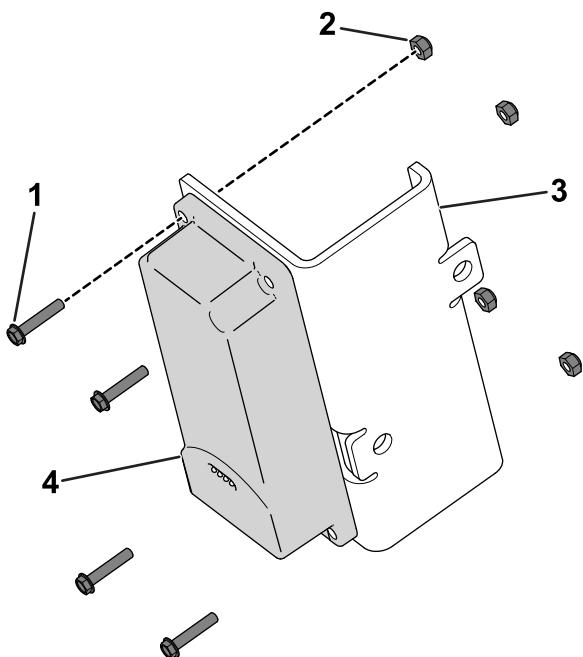

Figure 11
1. Avec 4 boulons à tête hexagonale (n° 10 x 1") et 4 contre-écrous n° 10, fixez le dispositif télématique sur son support (Figure 11).